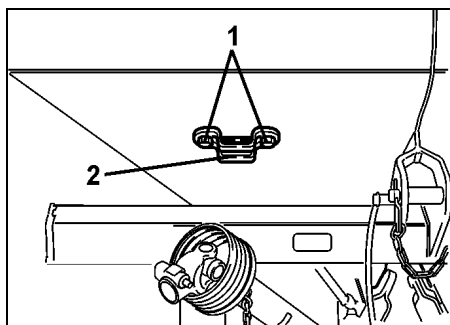

Fig. 76
- Borra 2 hål (ø 12 mm) för skruvarna (Fig. 76/1) på lämpligt ställe.
- Montera hållaren (Fig. 76/2) med skruvarna (Fig. 76/1).